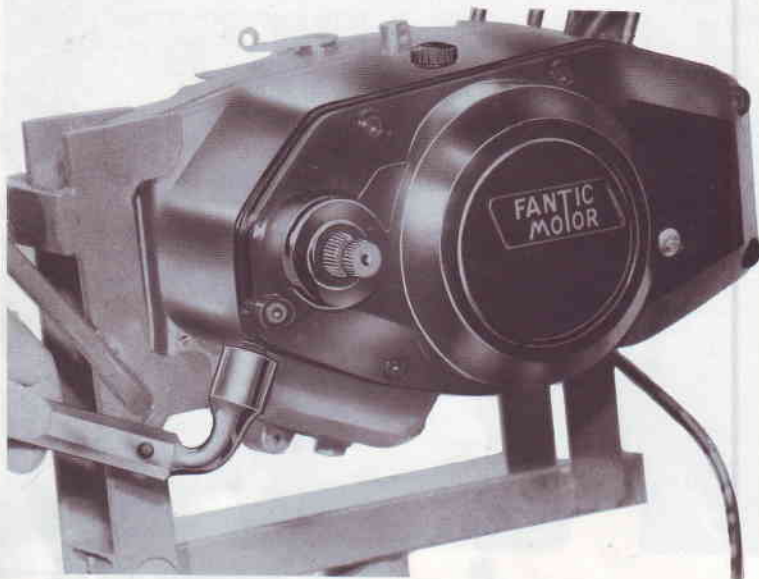

Fig. 12 - Démontage de la vis d'arrêt
- Dévisser la vis d'arrêt du baladeur de l'arbre à kick. (Fig. 12)